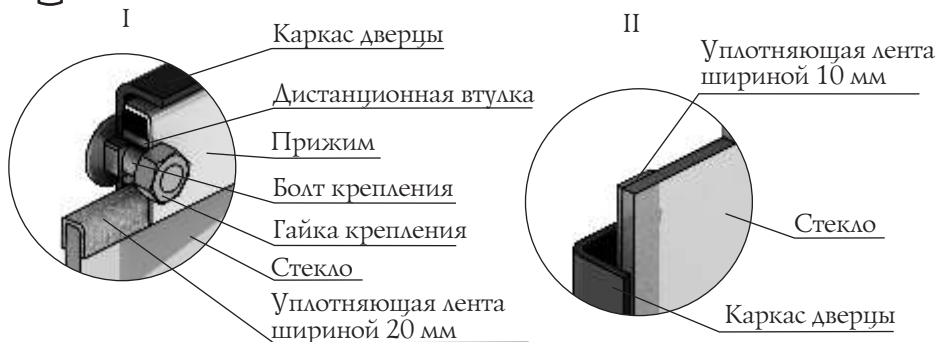

Рисунок 10. Крепление светорозрачного экрана дверцы модели «Люмина»
лента шириной 10 мм наклеивается вертикально, вдоль боковых сторон стекла (рисунок 10.И).
4. Вставить стекло в упор, при этом лента наклеенная с боковых сторон (вертикальная) должна быть зажата между стеклом и каркасом дверцы (рисунок 10.И).
ВНИМАНИЕ! Гайки крепящие прижим накручиваются на болты крепления через дистанционные втулки (рисунок 10.И).